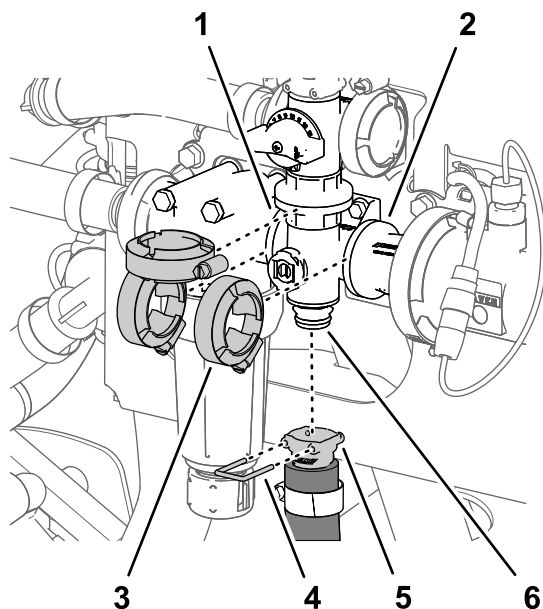
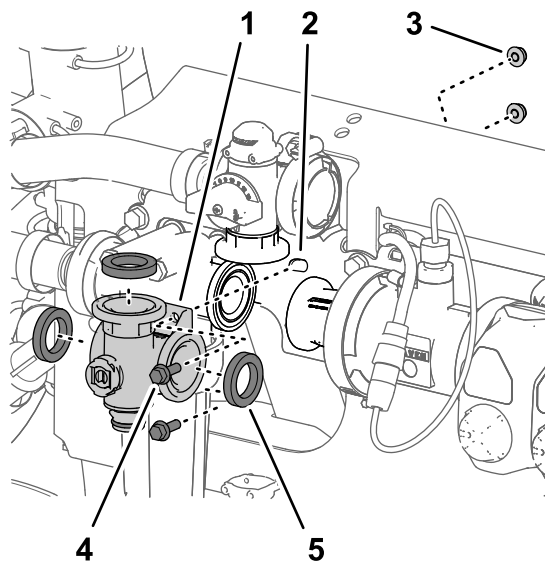

Figura 127
Figura 126
1. Alinee la brida del distribuidor de la válvula de agitación y las 3 juntas con las bridas de la válvula de desvío de agitación, la cabeza del filtro de presión, y el adaptador de acoplamiento (Figura 126 y Figura 127).
2. Sujete provisionalmente el colector de la válvula de agitación a la válvula de desvío de agitación, la cabeza del filtro de presión, y el adaptador de acoplamiento (Figura 127) con las 3 bridas de fijación que retiró en Retirada del distribuidor de agitación \(página 88\).
5. Apriete las 3 bridas de fijación a mano (Figura 127).
6. Monte el acoplamiento rápido de la manguera de agitación en el acoplamiento rápido del distribuidor de la válvula de agitación con la grapa (Figura 127).